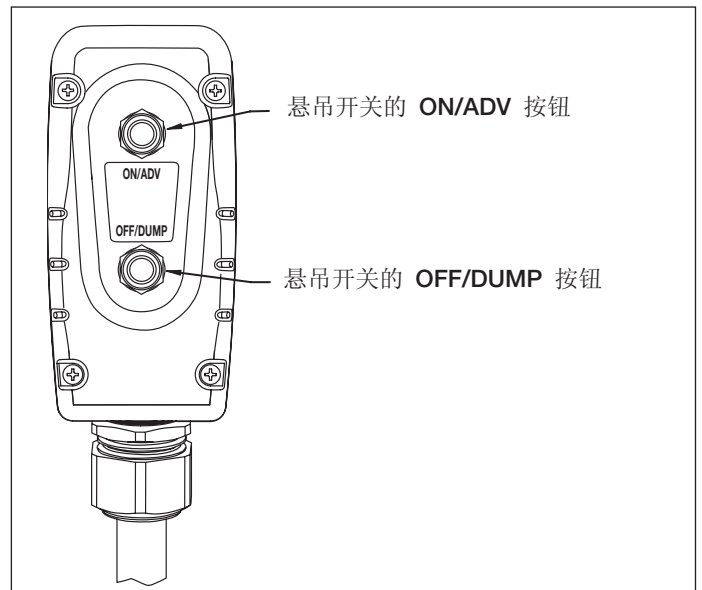

图 7 - 悬吊开关按钮
5.2 悬吊开关操作（见图 7）
5. 要启动泵，请按下悬吊开关上的“ON/ADV”按钮。请参见图 7。电机将自动启动，且扳手将开始推进。只要按住此按钮，扳手就会一直前进。